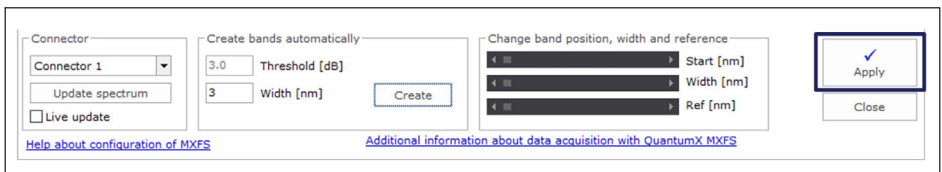

図4.12 デバイスに定義を適用
- ▶ 変更をデバイスに転送するには、[適用]を押します（図4.12）。